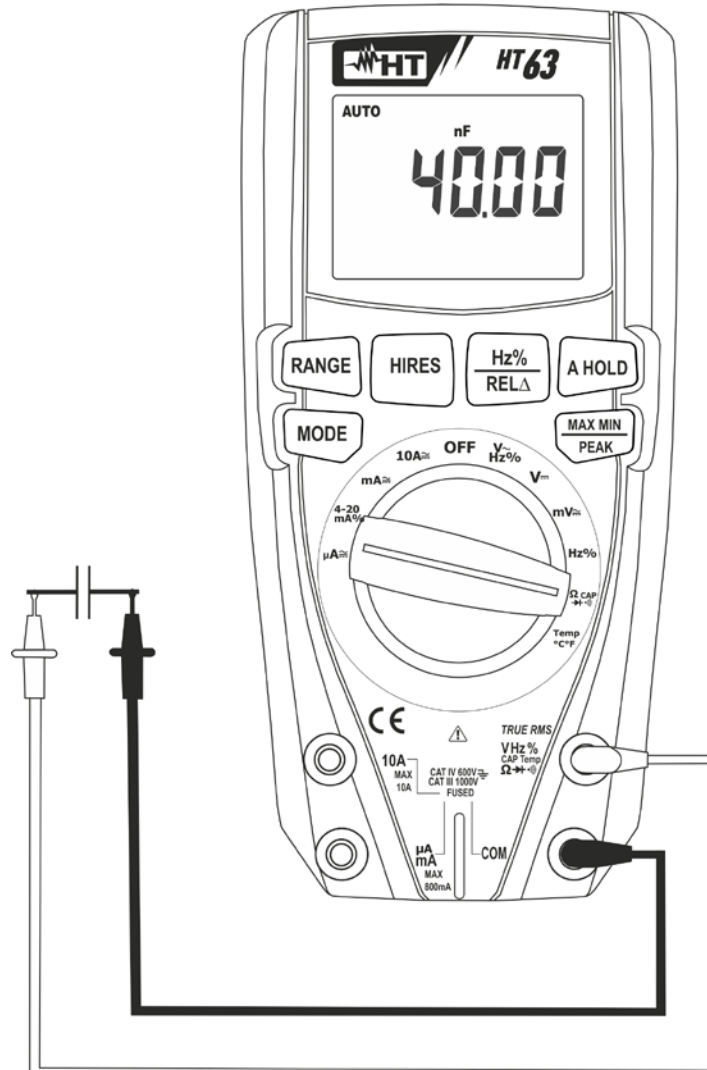

Fig. 7: Uso do instrumento para a medição de Capacidades
5. Colocar as ponteiros nas extremidades do condensador em exame respeitando eventualmente as polaridades positivas (cabo vermelho) e negativas (cabo preto) (ver Fig. 7). O valor da capacidade é apresentado no display. A barra gráfica não está ativa nesta função